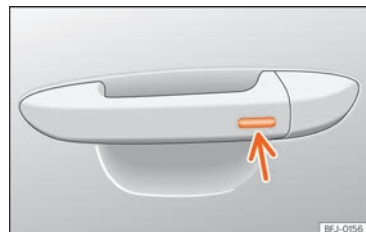

Abb. 62 Türgriff: Sensorfläche.
- **ODER:** mit dem Keyless Access-System (nur Schließen): Finger einige Sekunden auf der Sensorfläche zum Verriegeln »» » (Abb. 62) (Pfeil) im Türgriff halten, um die Fenster und das Schiebedach zu schließen. Wenn Sie die Sensorfläche nicht mehr berühren, wird die Schließfunktion unterbrochen.
Halten Sie einige Sekunden lang einen Finger über die Verriegelungssensorfläche »» (Abb. 62) (Pfeil) am Türgriff, damit das Dach geschlossen wird. Wenn Sie die Sensorfläche nicht mehr berühren, wird die Schließfunktion unterbrochen.